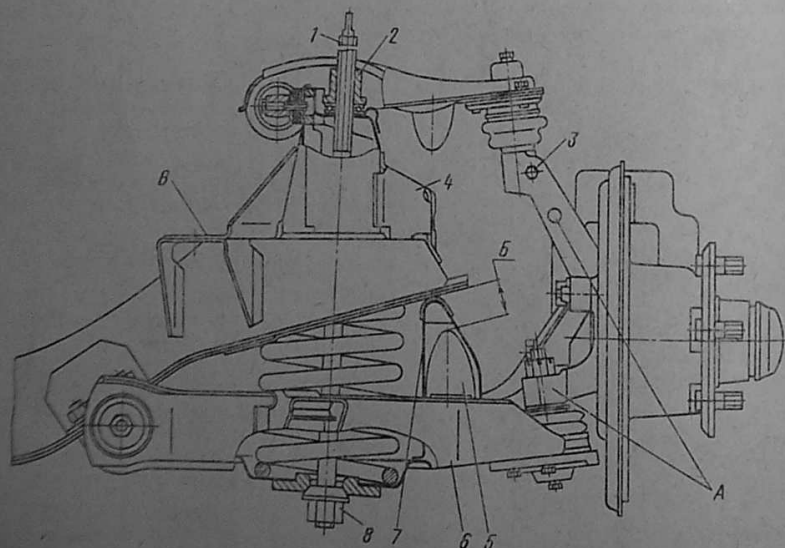

Рис. 103. Установка распорки нижнего рычага и стяжного приспособления:
Пружины следует снимать с автомобиля при поломке или при значительной осадке обеих или одной пружины. Осадку пружин проверяется на автомобиле по зазорам между буферами сжатия и нижних рычагов и поперечной подвески в местах касания буферов. Если зазор Б (рис. 103) при полной нагрузке в кузове автомобиля на обеих сторонах меньше 20 мм, требуется замена пружин.
1. Установить стержень 1 стяжного приспособления (см. рис. 103) со стороны ниж-
5. Постепенно отворачивая гайку 2 (см. рис. 103), полностью ослабить натяжение пружины и вынуть приспособление. Затем снять пружину (пометить левую и правую пружины для их отличия) и резиновую прокладку.